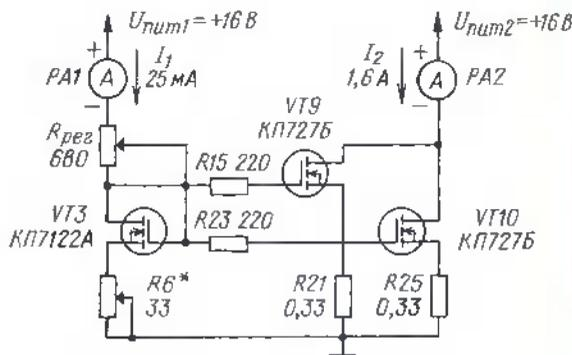

Рис. 6
3. Собирают устройство для подбора транзисторов по схеме рис. 6.